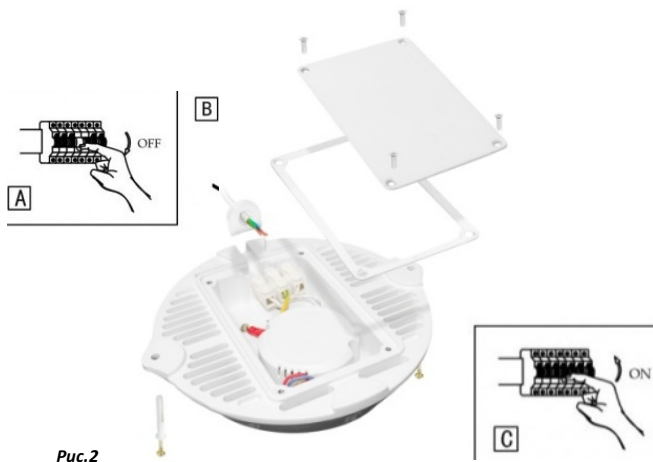

Рис.2
- 5.2. Перед монтажом к существующей силовой группе 220 V, отключите питание на щите, путем отключения автоматического выключателя этой группы (Рис.2-А).
- 5.3. Снимите заднюю крышку светильника Geniled. Проденьте кабель через уплотнительное кольцо. Подсоедините провода питания к соединительной самозажимной клемме светильника Geniled. Закройте заднюю крышку светильника Geniled и закрепите винтами (Рис.2-В).
- 5.4. Закрепите светильник на поверхности с помощью двух саморезов одного вида (Рис.2-В).
- 5.5. Включите питание на щите, путем включения автоматического выключателя этой группы (рис. 2-С).